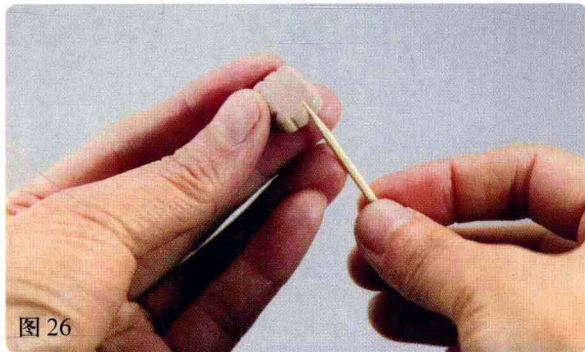

图 26
1. 将饼干颜色的软陶小方片用牙签压出饼干的花边（图 25、图 26）；